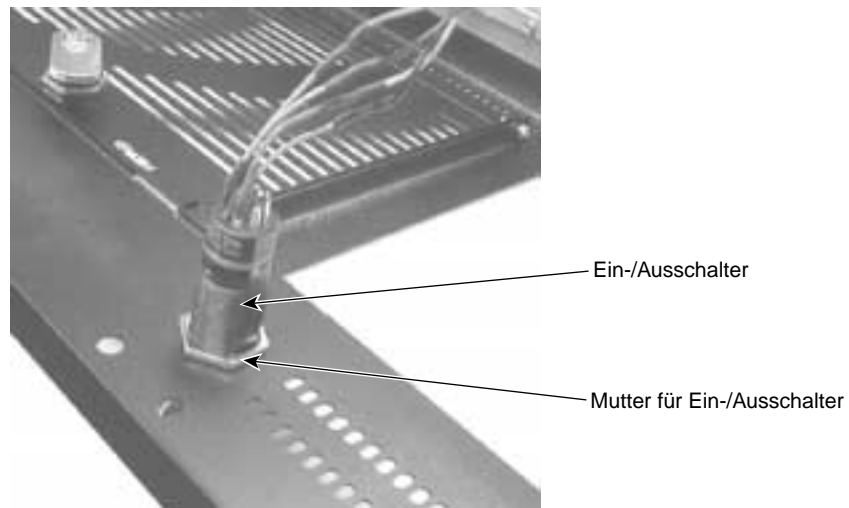

Abbildung 9-22 Ein-/Ausschalter entfernen
4. Lösen Sie die Mutter, mit der der Schalter an der Frontabdeckung befestigt ist und entfernen Sie den Schalter von der Frontabdeckung. Siehe Abbildung 9-22.